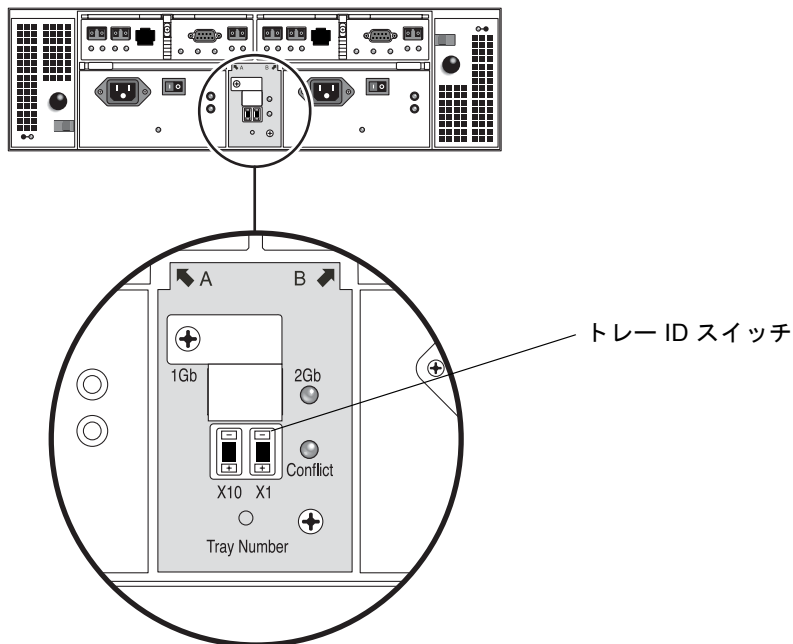

図 2-19 トレイ ID スイッチ
1. トレイ ID スイッチは、コントローラ格納装置の背面の 2 つの電源装置の間にあります (図 2-19)。